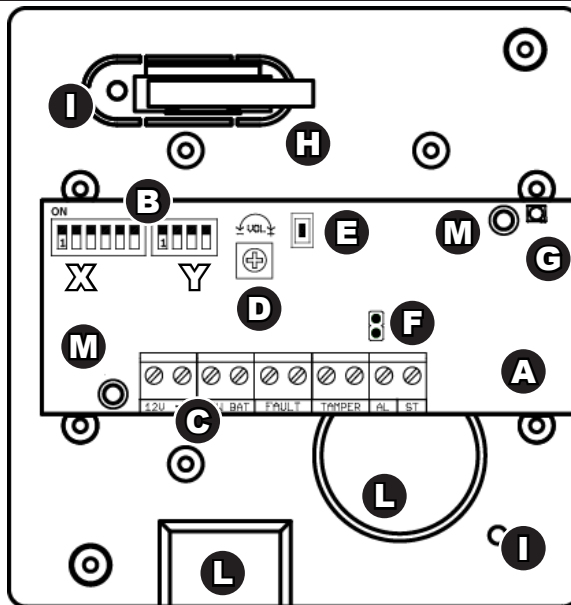

Fig. 2
- far passare i cavi di collegamento attraverso l'apposita apertura dopo aver sfondato il tassello pretagliato (L-Fig.2);
- fissare il supporto a muro utilizzando i 2 fori (I-Fig.2)
- route the cables through the passages after breaking the pre-cut panel (L-Fig.2);
- mount the backplate using the 2 holes (I-Fig.2) ;
- rimuovere le due viti (M-Fig.2) che tengono la scheda sul fondo del contenitore;
Le indicazioni di seguito riportate permettono di impostare opportunamente i parametri di tutte le sirene associate al modulo. Il volume, invece, è possibile aumentarlo ruotando il trimmer (D-Fig.2) senso orario. **Tutte le sirene associate al ricevitore avranno gli stessi parametri.**
- remove the two screws (M-Fig.2) that keep the board on the bottom of the case;
The instructions below allow to set-up all the parameters of all the sirens stored on the module. It is possible to increase the siren volume by turning the trimmer (D-Fig.2) clockwise. **All sirens attached to the receiver will have the same parameters.**